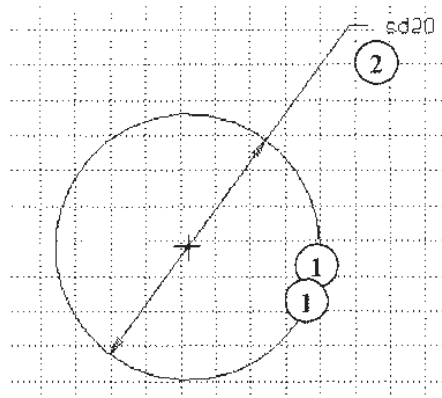

Рис. 2.37. Простановка диаметрального размера
На рис. 2.37 показан пример простановки диаметрального размера: левой кнопкой мыши дважды (двойной щелчок) выбирается дуга/окружность (1), средней — место расположения символа размера диаметра (2).